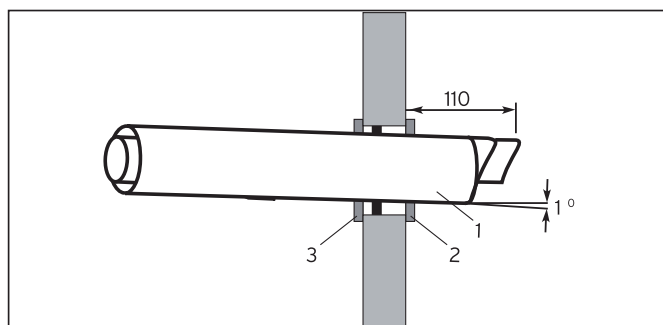

图 5.4
- 在墙上钻一个直径 125mm 的孔，有条件从外部安装烟道时，所需要的孔径为 110mm，此时需要从室外安装外墙的密封圈，图 5.4。
参考图 5.4 将烟道（1）连同外墙密封垫（2）一起通过墙孔伸出外墙，然后向后拉，直到密封墙紧贴在外墙上。